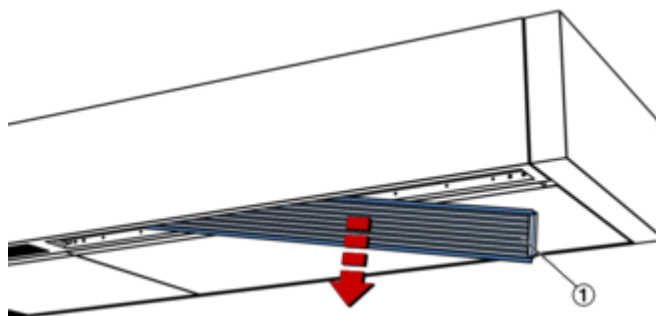

Abb. 69: Zuluftgitter demontieren
2. ▶ Zuluftgitter (Abb. 69/1) etwas anheben, drehen und herausnehmen. Für die spätere Montage sicher lagern.